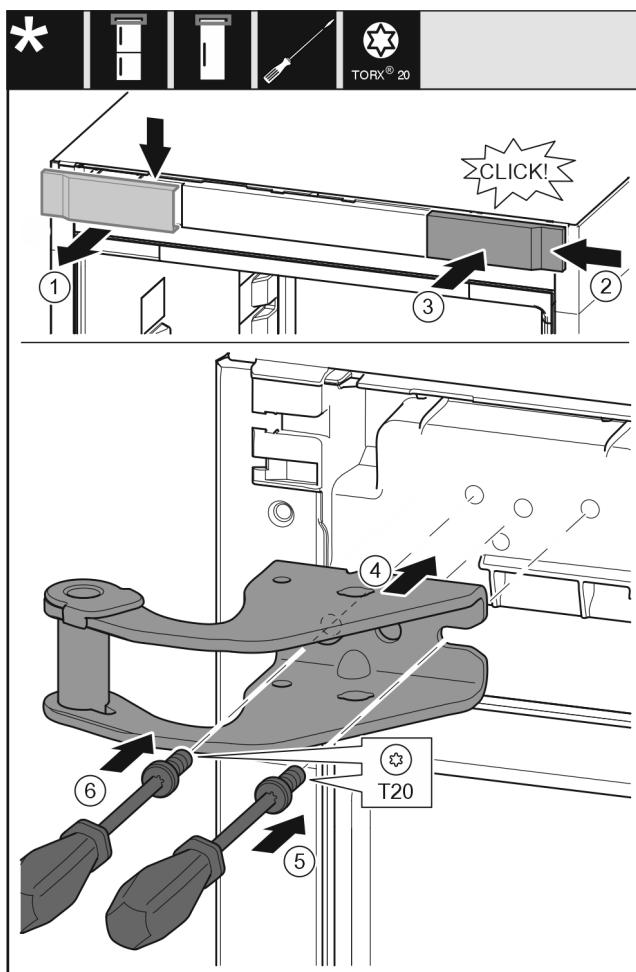

Fig. 13
- Снимите крышку сверху вперед. Fig. 13 (1)
- Навесьте крышку, повернув ее на 180°, справа с другой стороны. Fig. 13 (2)
- Зафиксируйте крышку. Fig. 13 (3)
- Установите верхний опорный кронштейн. Fig. 13 (4)
- Установите и затяните винт отверткой T20. Fig. 13 (5)
- Вставьте и затяните винт отверткой T20. Fig. 13 (6)